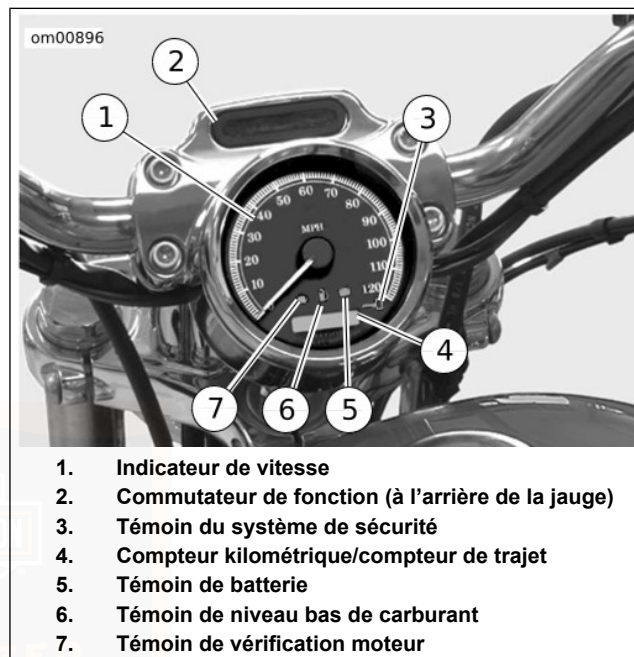

Figure 7. Indicateur de vitesse/compteur kilométrique :
Voir les Figure 7 et Figure 8. L'indicateur de vitesse enregistre les miles à l'heure (modèles américains uniquement) ou les kilomètres à l'heure (modèles HDI uniquement) en marche avant. L'indicateur de vitesse permet également de sélectionner les fonctions suivantes :
1. Voir les Figure 7 et Figure 8. En appuyant sur le commutateur de fonction (à l'arrière de l'indicateur de vitesse) avec l'interrupteur d'allumage dans une position quelconque, on active la lecture du compteur kilométrique et de l'horloge. L'heure et les milles ou les kilomètres peuvent être vérifiés sans qu'il y ait besoin de déverrouiller l'interrupteur d'allumage. Enfoncer et relâcher le commutateur de fonction (à l'arrière de l'indicateur de vitesse) une fois pour voir le compteur kilométrique. Appuyer et relâcher à nouveau le bouton pour que l'heure s'affiche.
2. Voir les Figure 7 et Figure 8. Enfoncer et relâcher le commutateur de fonction (à l'arrière de l'indicateur de vitesse) jusqu'à ce que l'heure (en heures et minutes) s'affiche. Maintenir le commutateur de fonction enfoncé pendant cinq secondes ou jusqu'à ce que « 12HR » se mette à clignoter à l'écran d'affichage de l'indicateur de vitesse. Relâcher le bouton.